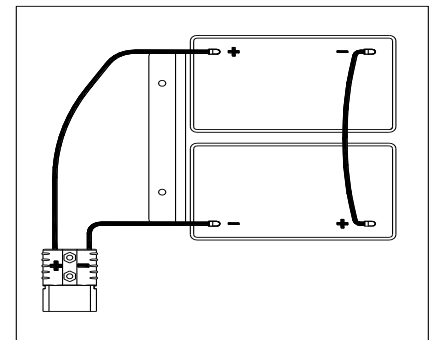

Abbildung 3
Die Maschine benötigt zwei 12V Batterien, Anschluss wie in Abbildung 3.
6. Öffnen Sie den Deckel des Schmutzwassertanks (4), vergewissern Sie sich, dass der Schmutzwassertank (3) leer ist oder entleeren Sie ihn über den Ablaufschlauch(15).
7. Schließen Sie den Schmutzwassertankdeckel (4).
8. Drehen Sie den Schmutzwassertank (3) vorsichtig um.
10. Verlegen und installieren Sie das Batteriekabel, wie in (Abbildung 3) gezeigt, und ziehen Sie dann vorsichtig die Mutter auf jeder Batterieklemme an.
12. Senken Sie den Schmutzwassertank (3) vorsichtig ab.